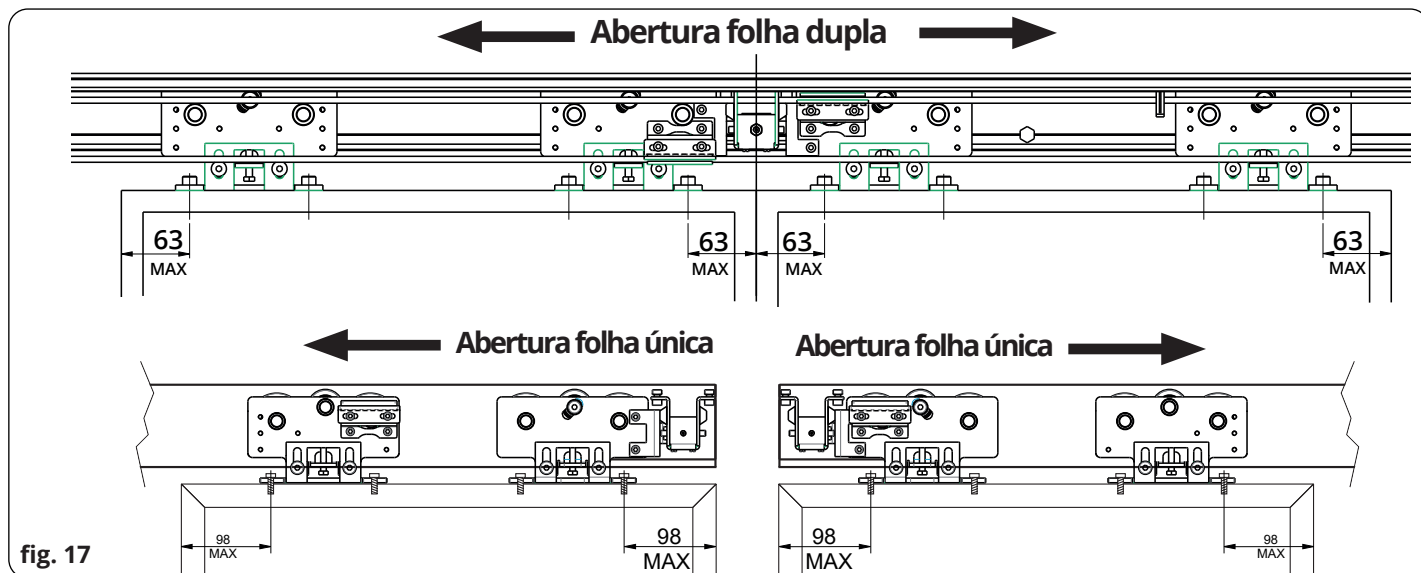

fig. 17
- 2) Inserir a chapa de fixação no interior do perfil do Kit, deslizando-a para uma posição coincidente com a parte móvel dos rodízios (fig. 15-B-C) e fixando-as nas posições indicadas na fig.16 e fig.17 através dos parafusos fornecidos. Assegurar que as partes móveis dos rodízios estão posicionadas à mesma distância do limite das folhas (fig.16 e fig.17) de modo a obter uma distribuição de peso equilibrada (fig.15D);
Disposição dos rodízios com dispositivo de bloqueio eléctrico instalado (opcional) fig.17